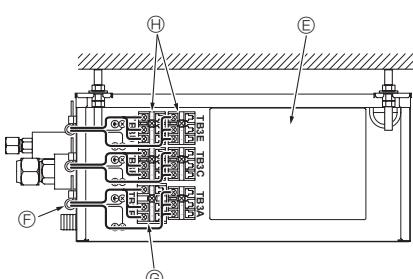

Fig. 9-3
- 4. Στερεώστε κάθε καλώδιο στη θέση του με ένα σφριγκτήρα καλωδίων. (Fig. 9-3)
- 5. Συνδέστε σταθερά κάθε καλώδιο στον κατάλληλο πίνακα ακροδεκτών. (Fig. 9-3)